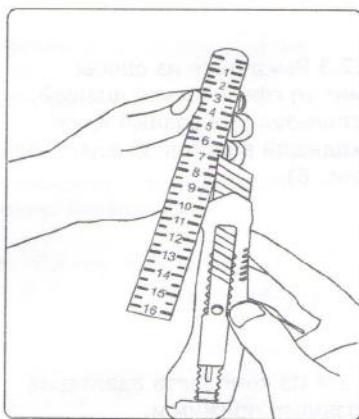

рис. 9
1.2.6 Из комплекта адаптеров возьмите пластиковую линейку. Отрежьте необходимую длину по делениям, нанесенным на линейку (см. информацию в таблице сборки) (рис. 9).